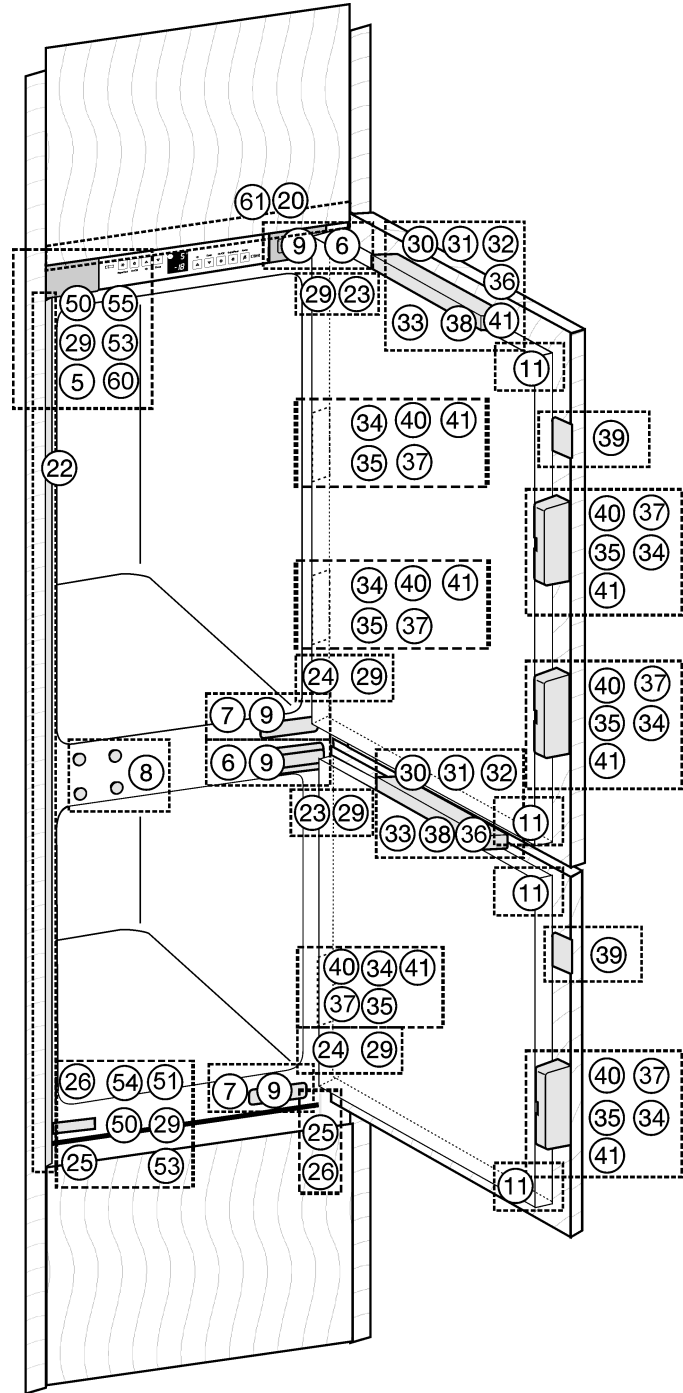
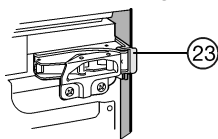
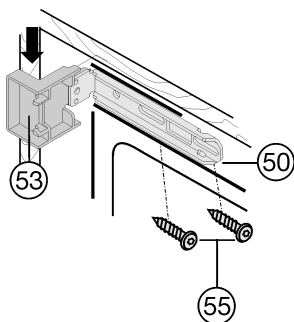
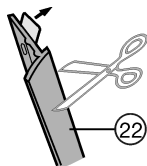

Fig. 9
Fig. 13
Fig. 14
Fig. 15
- ▶ Cliper l'écarteur Fig. 13 (23) sur les charnières supérieures et l'écarteur Fig. 9 (24) sur les charnières inférieures.
- ▶ Placer les caches Fig. 14 (53) en haut et en bas sur les cornières de fixation Fig. 14 (50).
- ▶ Visser les cornières de fixation Fig. 14 (50) en haut Fig. 14 (55) et en bas Fig. 9 (51) de telle manière qu'une cornière puisse être bougée légèrement sur la droite et sur la gauche.
- ▶ Retirer le film de protection de la baguette de finition Fig. 15 (22). Positionner la baguette de finition Fig. 15 (22) côté poignée en l'alignant par l'avant au nez du cache Fig. 14 (53) et la coller à la paroi latérale de l'appareil.
- ▶ Couper la baguette de finition Fig. 15 (22) si nécessaire : placer le cache Fig. 9 (54) contre la cornière de fixation du bas Fig. 14 (50) et raccourcir la baguette de finition Fig. 15 (22) pour qu'elle ait la même longueur que l'arête supérieure du cache.
- ▶ Retirer à nouveau le cache Fig. 9 (54).
- ▶ Glisser l'appareil à l'intérieur jusqu'à ce que les caches Fig. 14 (53) heurtent la paroi latérale du meuble. Fig. 14
- ▶ Aligner l'appareil avec les pieds réglables Fig. 9 (25) à l'aide d'une clé ouverte Fig. 9 (26) jusqu'à ce qu'il soit droit.